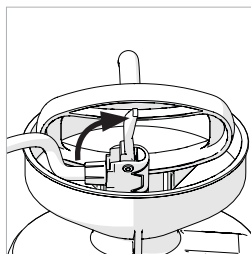

Afb. 1
- Druk het handvat naar beneden en draai het tot het in de middelste stand staat. Zo ontgrendelt u het handvat. (**Afb. 1**)